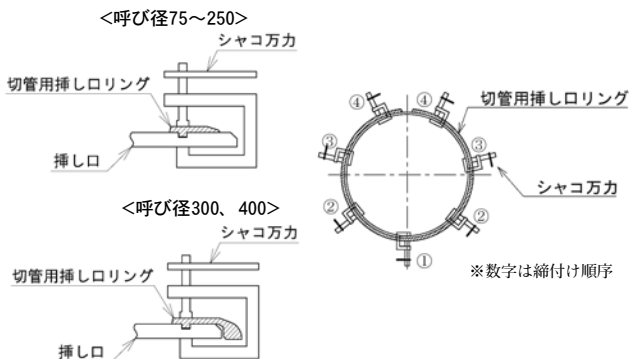

図72 切管用挿しロリングの締め付け
- ② シャコ万力を用いて、図72のように切管用挿しロリングの分割部の反対側から順次締め付ける。